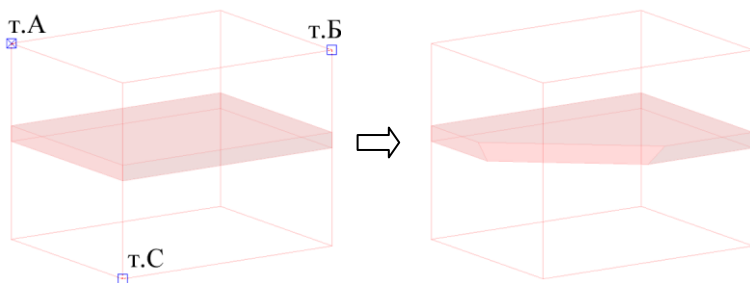

Рис. 5.15 Срез плиты плоскостью, заданной по трем точкам сборки
Базовая точка: Указать первую точку (см. рис.5.15, т. А)
***перезадать Точку / точка оси X:** Определить вторую точку плоскости (см. рис.5.15, т. Б)
***перезадать Точку / точка оси Y:** Определить третью точку плоскости (см. рис.5.15, т. С)